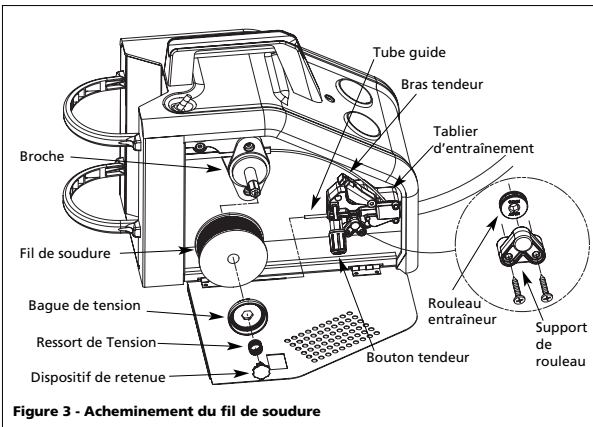

Figure 3 - Acheminement du fil de soudage
- a. Le diamètre du fil de soudage s'agence à la rainure du rouleau entraîneur sur le mécanisme d'alimentation du fil (voir figure 3). Le rouleau entraîneur est marqué en tailles métriques : 0,6 mm, 0,8 mm - 0,9 mm.